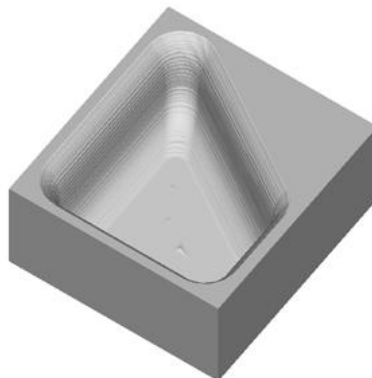

Рисунок 4.24 – Результат об'ємного моделювання деталі
18. Натисніть кнопку  «Start» на панелі «Simulate». Після об'ємного моделювання на екрані з'явиться таке зображення (рис. 4.24).